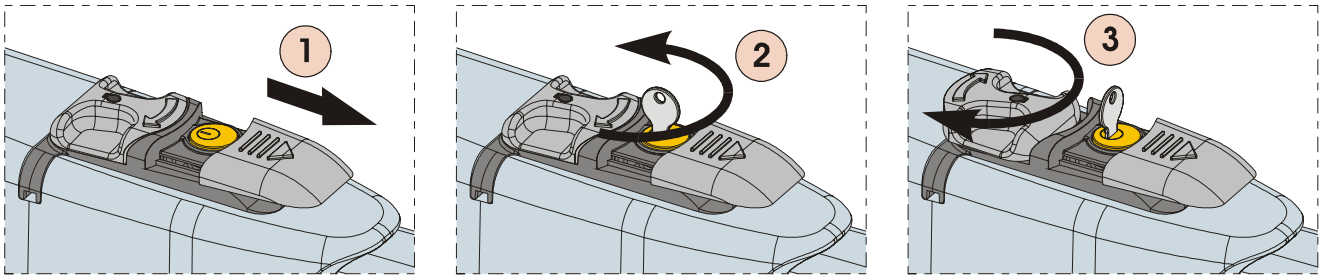

Fig. 26
- 2) Schuif het beschermdeksel weg, fig. 26/1.
- 3) Steek de sleutel erin en draai hem 90°, fig. 26/ 2.
- 4) Om de aandrijving te ontgrendelen draait u de bedieningshendel 180° in de richting van de pijl op het ontgrendelsysteem, fig. 26/ 3.